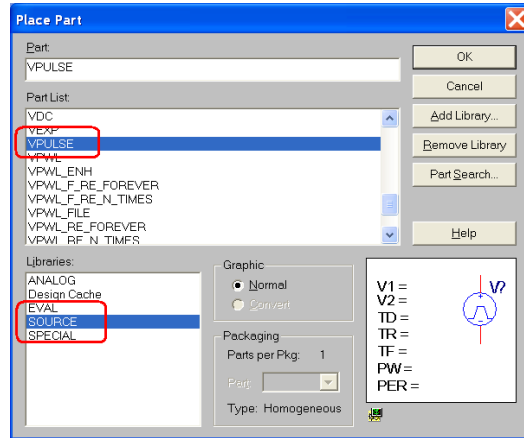

图 44. 加脉冲方波信号源
1) 加信号源: Place→Part→SOURCE→VPULSE, 可见到下面图 44.